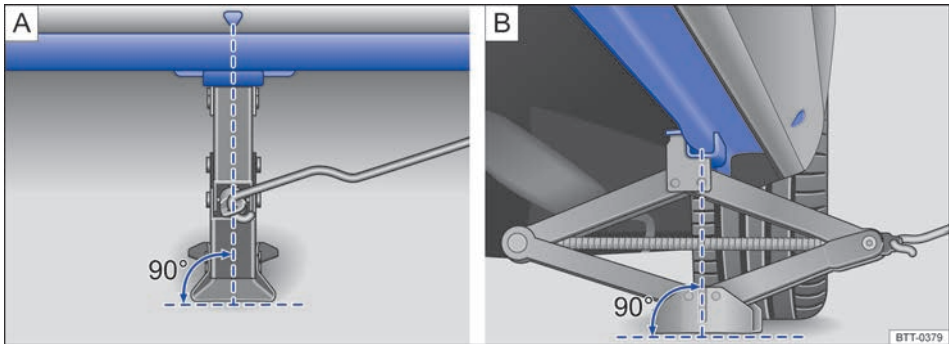

Fig. 321 Gato de tijera colocado en el lado izquierdo del vehículo, en la zona trasera.
El gato únicamente se deberá colocar en los refuerzos de los bajos del vehículo que se encuentran detrás de las marcas que hay en la carrocería → fig. 321. El punto de apoyo válido es el que se encuentra junto a la rueda correspondiente → ⚠.
6. Busque debajo del vehículo el punto de apoyo para el gato → fig. 321 que se encuentre más próximo a la rueda que haya que cambiar.
8. Asegúrese de que toda la base del gato descanse firmemente sobre el suelo y de que se encuentre exactamente debajo del punto de apoyo en vertical → fig. 321. ▶
9. Centre el gato y siga subiéndolo con la manivela hasta que la garra sujete el refuerzo de debajo del vehículo → fig. 321.
- Coloque el gato únicamente en los puntos descritos. La garra del gato deberá sujetar bien el refuerzo del larguero inferior → fig. 321.